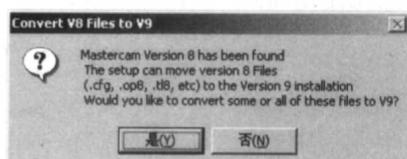

图 1-24
(16) 显示 Convert V8 Files to V9 (转换 Mastercam 8 文件至 Mastercam 9) 信息框，如图 1-24 所示。单击“是”按钮。